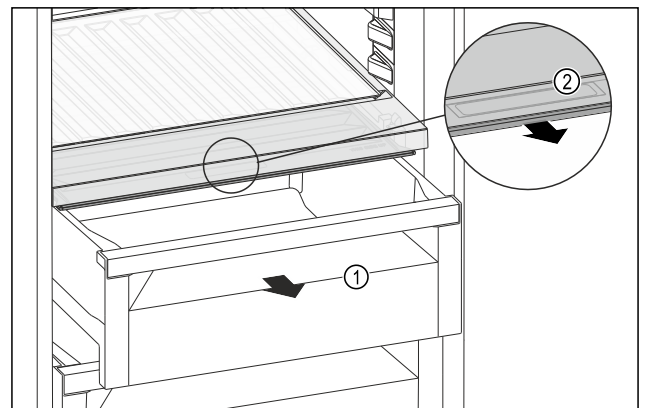

Fig. 120
- Retirer le tiroir Fig. 120 (1).
- Saisir la poignée encastrée Fig. 120 (2) du couvercle du compartiment et tirer le couvercle du compartiment par l'avant.